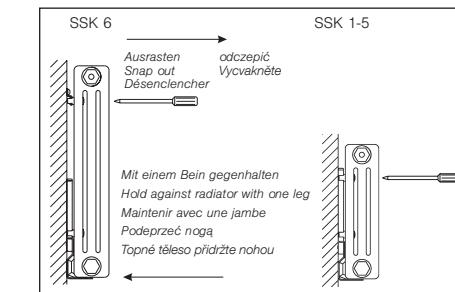
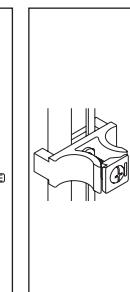

Abb. 7
Abb. 8
D Abb. 7, 8, 9 Schraube (4) soweit lösen, bis sich das Klemmstück um 90° drehen (siehe Abb. 8). Position des Schlitzes (3) ist jetzt senkrecht. Beim Abnehmen des Heizkörpers muß durch Gegenstellen eines Beines im unteren Bereich ein Abrutschen verhindert werden.
GB Fig. 7, 8, 9 Loosen the screw (4) until the clamping piece can be turned by 90° (see fig. 8). The slit is now vertical.
F Fig. 7, 8, 9 Dévisser la vis (4) jusqu'à ce que le crapaud de fixation puisse se tourner de 90° (voir Fig. 8). La position de la fente (3) est maintenant verticale.